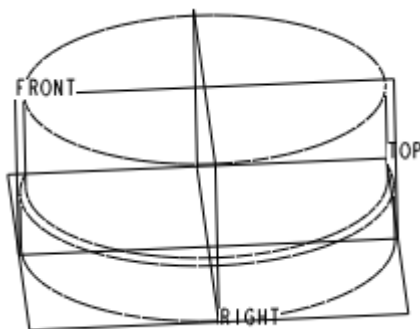

图 59-4
- (5) 单击旋转特征操控板中的按钮，完成旋转特征的建立，如图 59-4 所示。